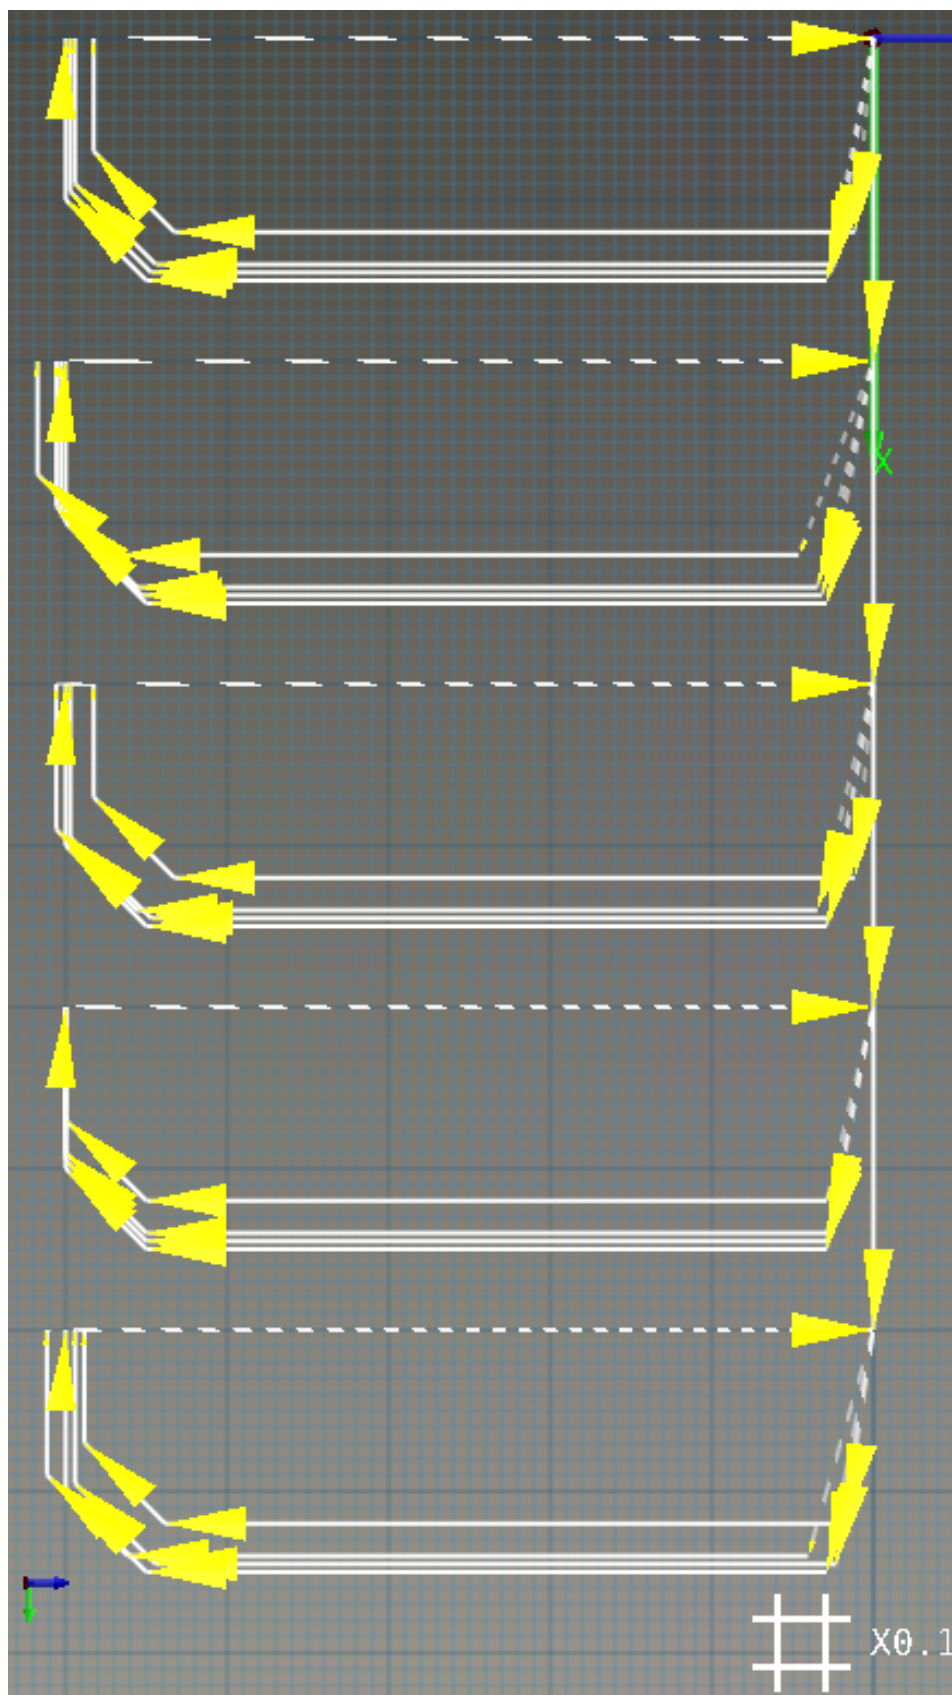

Рис. 2.14.7: Демонстрация врезания резца
**Пример** нарезания внутренней резьбы с разными вариантами врезания резца (рис. 2.14.7)